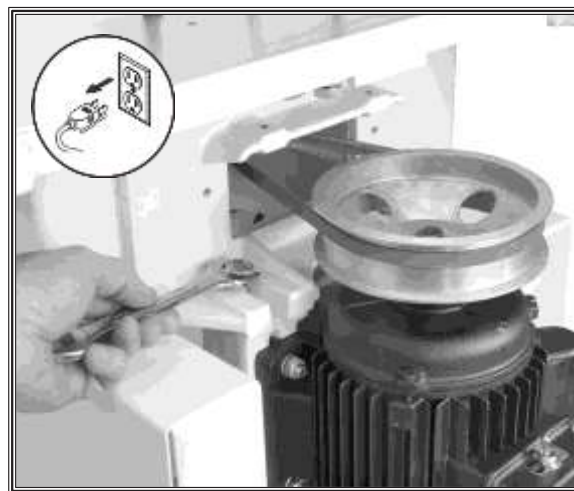

Figura 37. Ajuste de tensión de la banda.
2. Afloje la tensión de la banda como se muestra en la Figura 37.